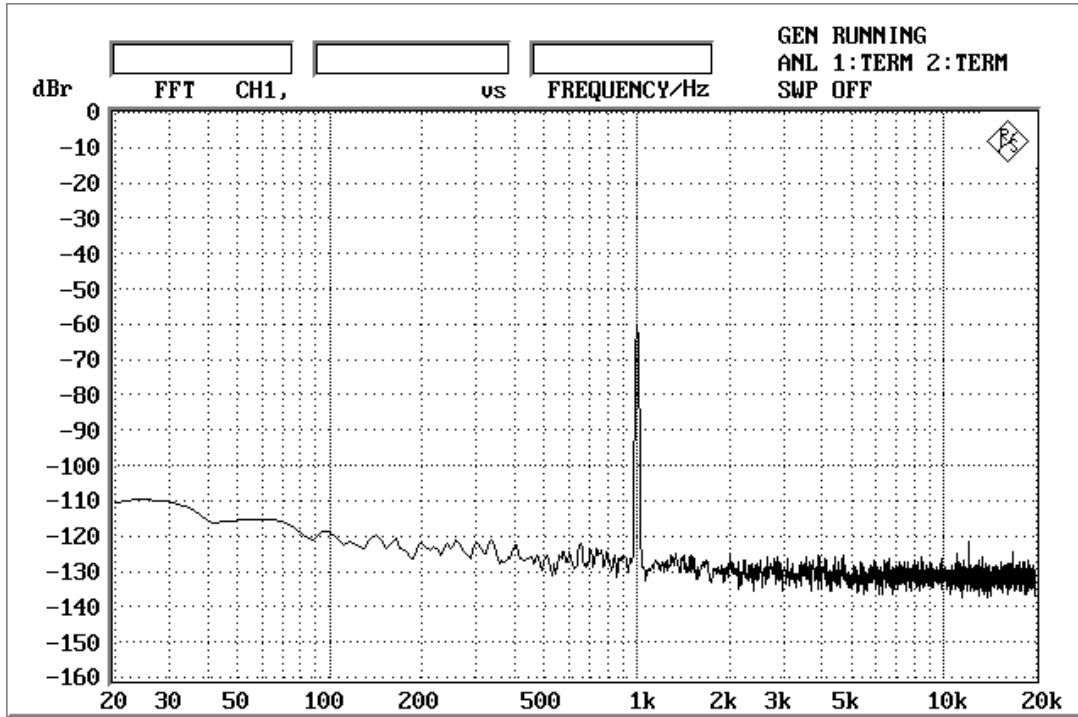

Figure 1-1-7. FFT (1kHz, -60dBFS)
- Figure 1-1-7. FFT (1kHz, -60dBFS)